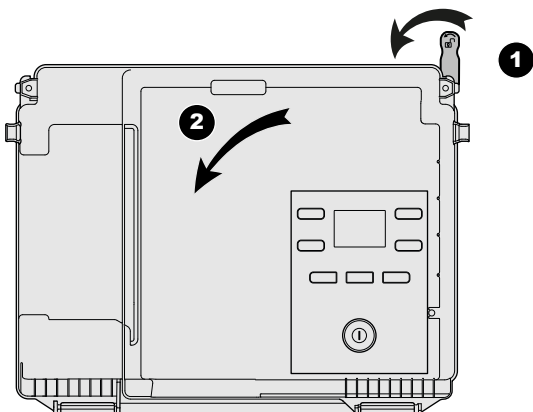

fig. 33 - Kantelen van de schakelkast
- Kantel de schakelkast (fig. 33),
- Neem de geluiddemper af (zie hiernaast - ① - ②).